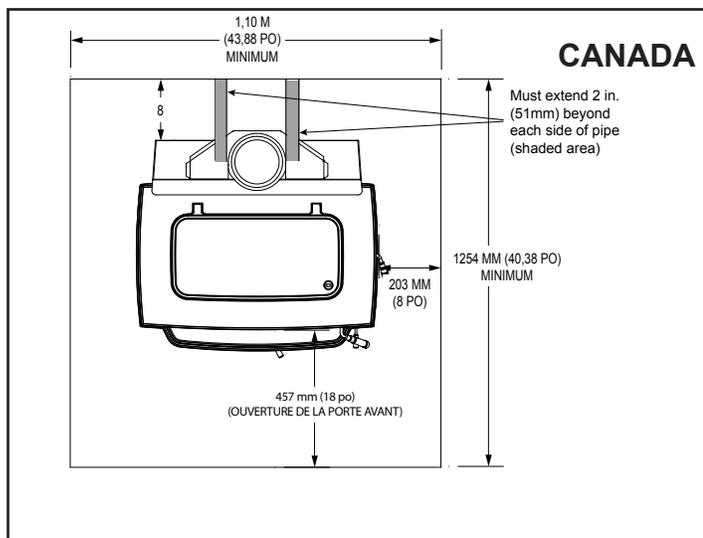

Figure 14.2
**Au Canada,** une protection similaire doit être installée sur le sol autour du poêle : elle doit mesurer 457 mm (18 po) à l'avant et 203 mm (8 po) à l'arrière et sur les côtés. **Figure 14.2.**